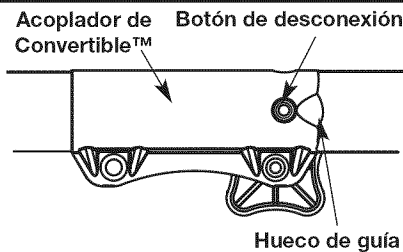

Fig. 5
2. Opima y sostenga el botón de desconexión (Fig. 5).
NOTA: La alineación del botón de desconexión con el hueco de guía facilitará la instalación (Fig. 5).